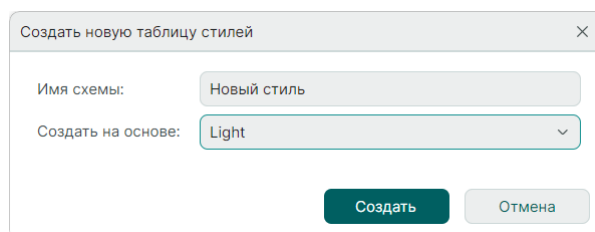

Рис. 131 Создание цветовой схемы
4. Нажмите «Создать», см. Рис. 131.